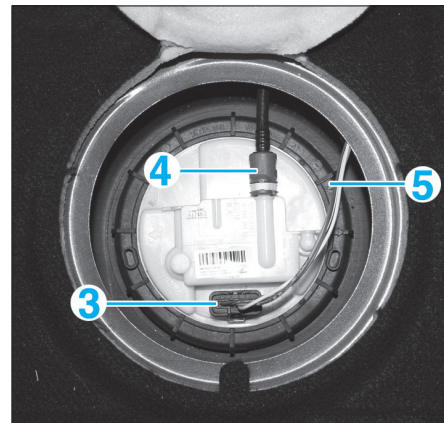
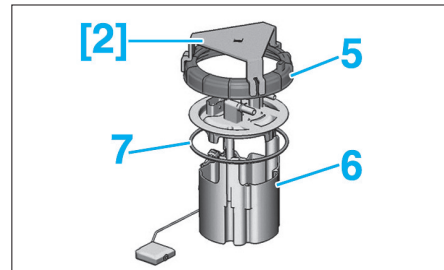

FIG. 50
FIG. 51
- le connecteur (3) (Fig.50),
- le raccord de carburant (4).
- Dévisser la bague (5) à l'aide de l'outil [2] (Fig.51).
- la bague (5),
- la pompe/jauge à carburant (6)
- le joint (7).